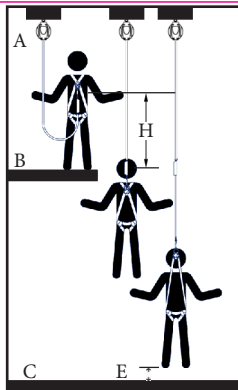

Fig. 5
- Distancia de detención H (Fig.5): 1,25 m
Altura mínima requerida = A + H + E = 4,25 m (ver Fig. 5)